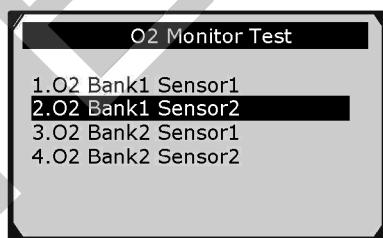

Рисунок 5-23
- 3) С помощью **кнопок прокрутки вверх/вниз** выберите датчик кислорода в меню **O2 Monitor Test [Проверка монитора кислорода]**, а затем нажмите **кнопку OK**. См. рисунок 5-23.